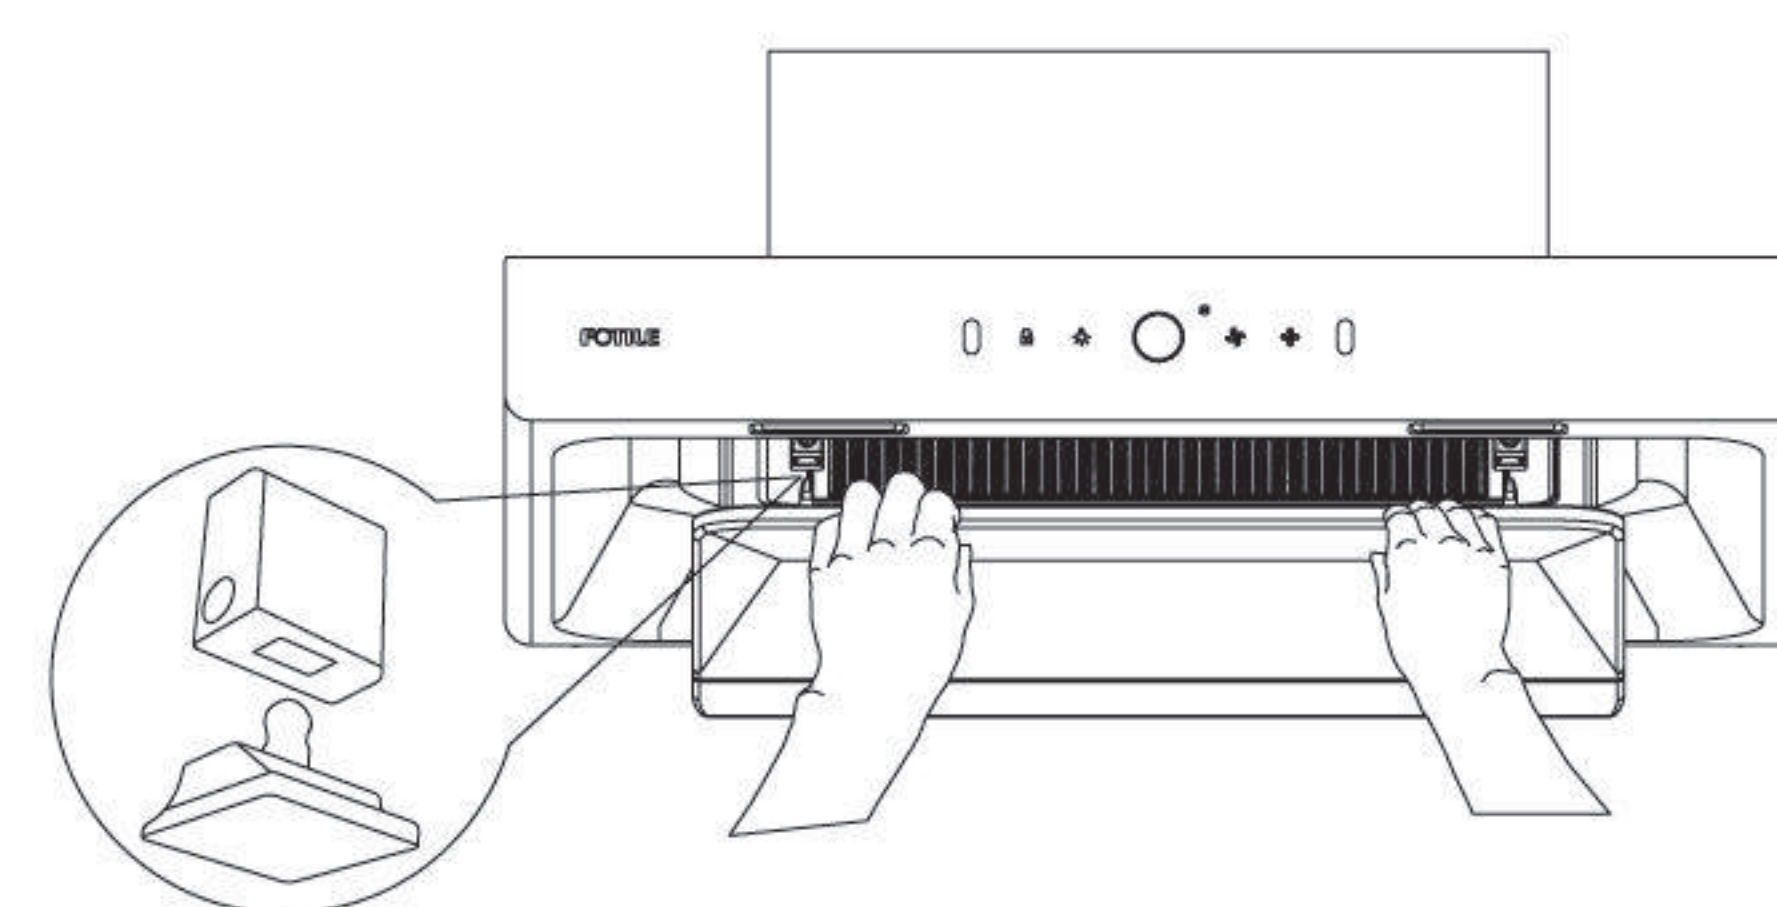
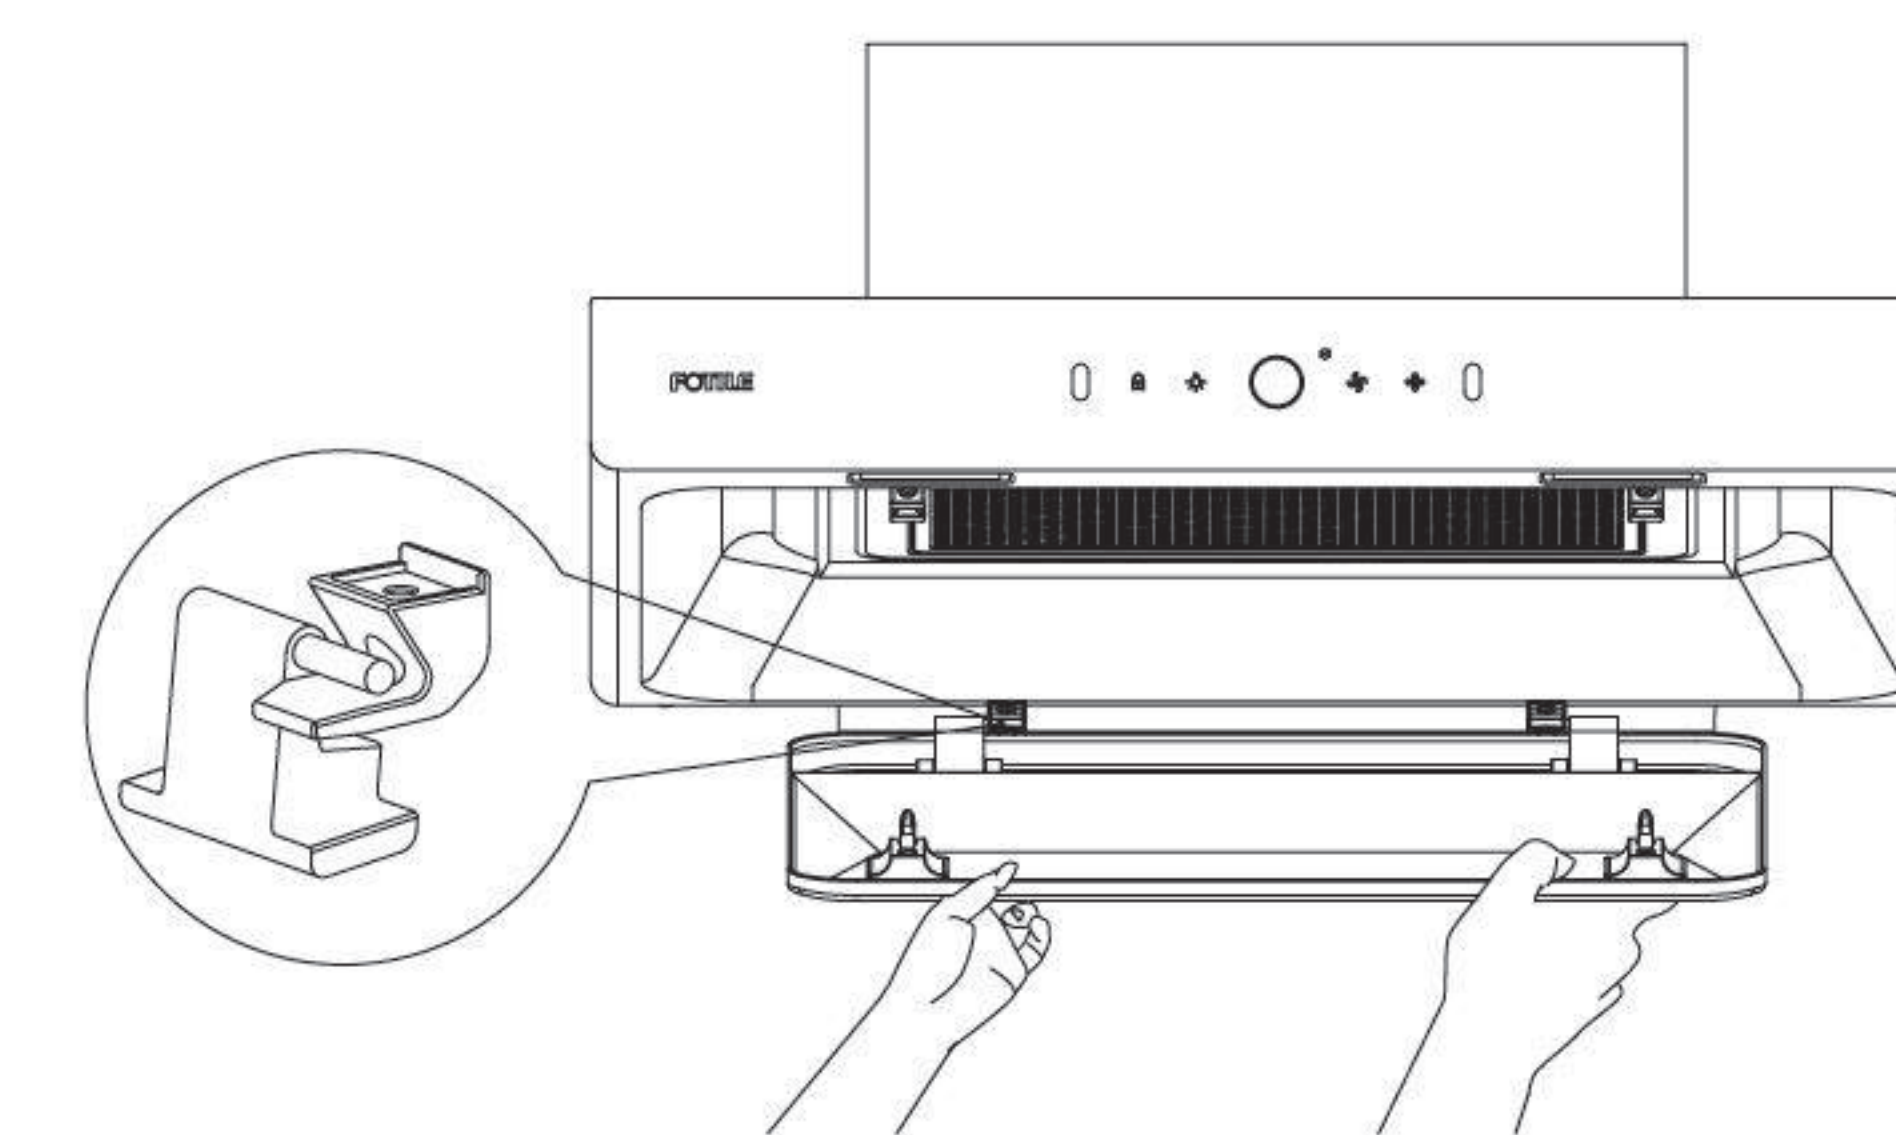
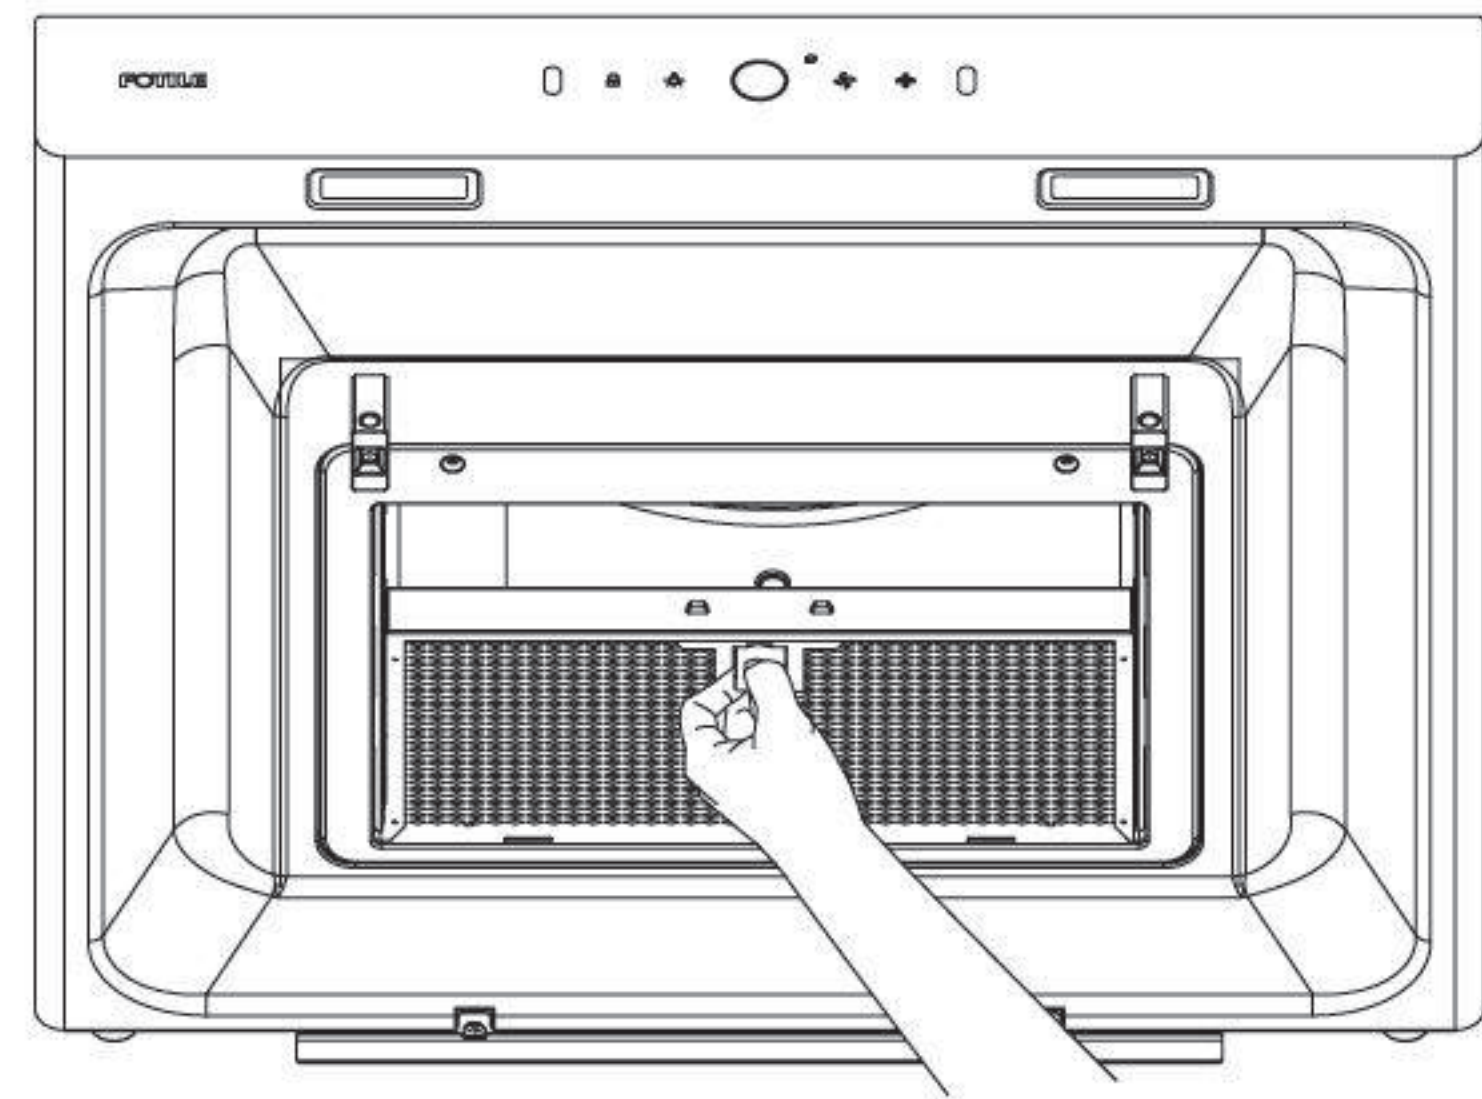
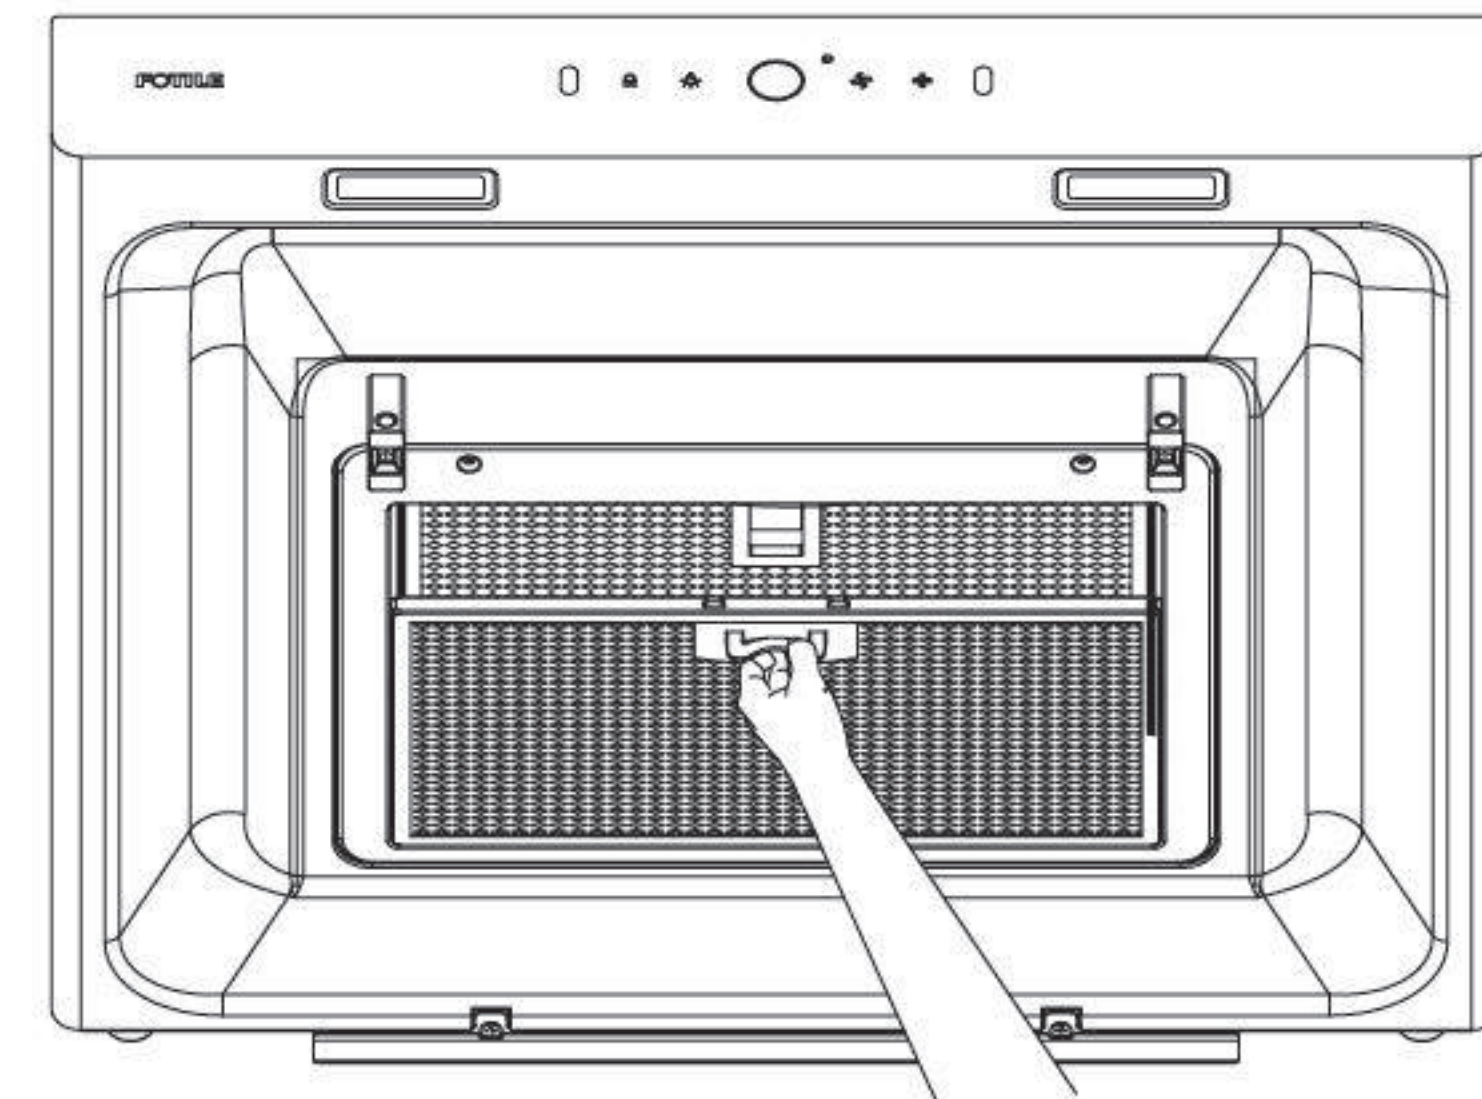

Fig.1
Fig.2
Fig.5
Fig.6
1. 首先，用双手抓住蝶翼板前沿，向下翻转，使蝶翼板卡扣脱离（见Fig.1），然后向下翻转一定角度，最后双手平端着蝶翼板向外取出（见Fig.2）；
1. 首先，取下蝶翼板（见Fig.1和Fig.2）；
1. 首先, 取下蝶翼板 (见Fig.1和Fig.2);
3. 直接扳开碳过滤网卡扣, 取下碳过滤网, 换上新的碳过滤网 (见Fig.5), 然后装上前滤网 (见Fig.6) 和蝶翼板 (见Fig.2和Fig.1);